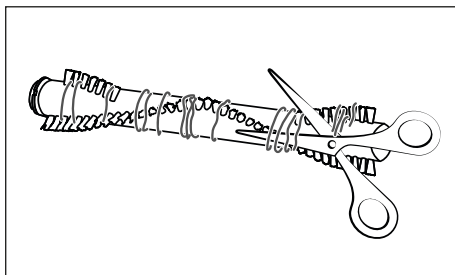

Fig. 26
- 4) Klip trævler og hår langs børsterne til børsterullen **21** igennem med en saks (se fig. 26). Fjern trævler og hår fra børsterullen **21**.